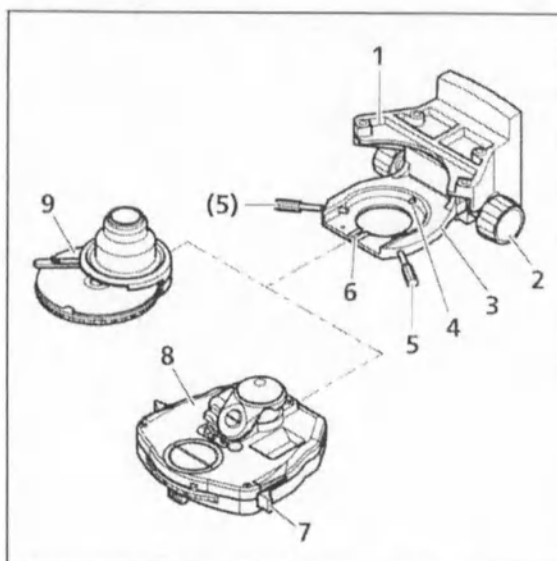

Рисунок 3-15. Присоединение конденсора
- Поверните переднюю линзу (если подвижная) на конденсоре с помощью рычага (рисунок 3-15/7).
- Извлеките оба центровочных винта (рисунок 3-15/5) на несущем элементе конденсора до тех пор, пока их концы не исчезнут.
- Протолкните несущий элемент конденсора (рисунок 3-15/3) с ручкой для вертикальной регулировки (рисунок 3-15/2) как можно дальше.
- Вставьте конденсор (рисунок 3-15/8 или 9) между несущим элементом конденсора (рисунок 3-15/3) и несущим элементом столика (рисунок 3-15/1). После этого, выровняйте резьбовую шпильку на нижней части конденсора с канавкой (рисунок 3-15/6).
- Протолкните конденсор с соединительным кольцом к основной пружине (рисунок 3-15/4) несущего элемента конденсора до тех пор, пока конденсор не встанет горизонтально на несущем элементе конденсора.
- Разместите конденсор на несущем элементе так, чтобы резьбовая шпилька находилась рядом с канавкой (рисунок 3-15/6) в передней части.